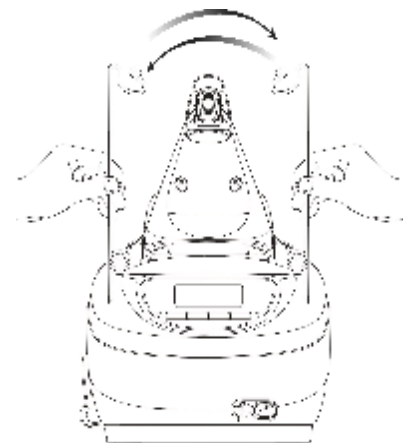

Fig 3
3. Coloque o gancho do suporte do cabo para o cabo de alimentação, como mostra a Fig. 3.